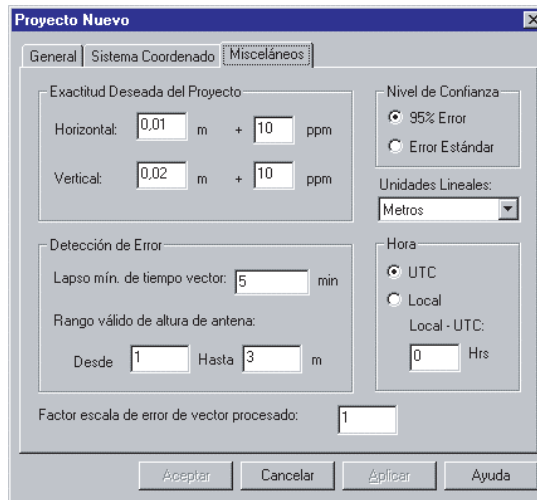

Figura 3.4. Cuadro de Diálogo Proyecto Nuevo—Etiqueta Misceláneos
- Haga click en **Misceláneos** para cambiarse a la etiqueta Misceláneos (Figura 3.4).